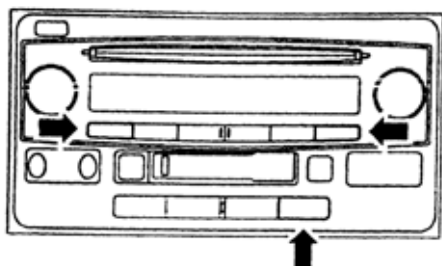

图 9-157
(1) 关闭音响系统, 并把点火开关转到 ACC 位置, 在按下开关 “1” 和 “6” 的同时按 “DISC” 按钮 3 次, 如图 9-157 所示。